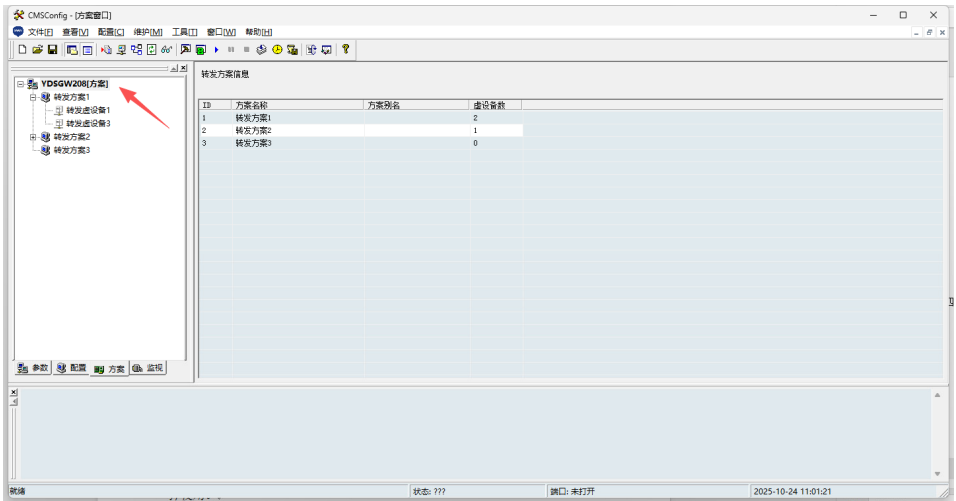

图 5-40 修改转发方案
- 修改转发方案：点击转发树的一级工程节点“cms_test[方案]”（图标 ），转发窗口显示转发方案信息，如图 5-40 所示。